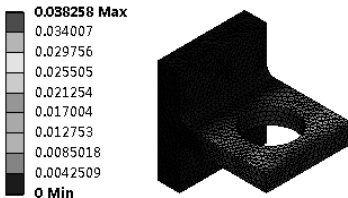

图 4-48 Show Elements
- ✧ Show Elements: 显示网格单元，如图 4-48 所示。